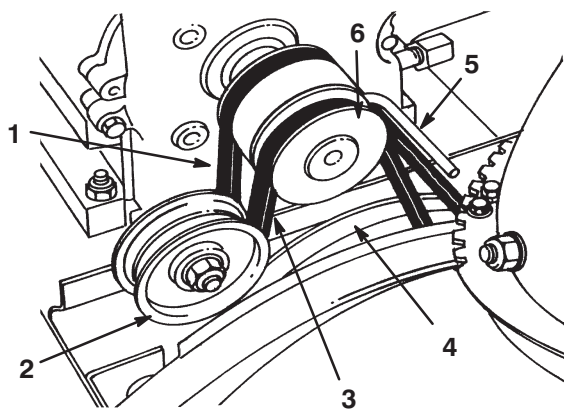

Figure 24
1. Boulon à embase (2)
5. Desserrez le guide-courroie (Fig. 24).
6. Retirez la courroie de tarière/roue hélice de la poulie du moteur et de la grande poulie de tarière/roue hélice (Fig. 24).
11. Enlevez la courroie de commande de traction de la poulie moteur et de la grande poulie de traction (Fig. 24).
13. Passez la courroie sur la poulie moteur, en veillant à la faire passer sous le guide-courroie (Fig. 24).
18. Placez la courroie de tarière/roue hélice sur la grande poulie de tarière/roue hélice et la poulie du moteur, en veillant à la faire passer sous la poulie de tension et le guide-courroie (Fig. 24).
4. Desserrez le guide-courroie (Fig. 24).
5. Retirez la courroie de tarière/roue hélice de la poulie du moteur et de la grande poulie de tarière/roue hélice (Fig. 24).
6. Passez la courroie neuve autour de la grande poulie de tarière/roue hélice (Fig. 24).
7. Passez la courroie sur la poulie motrice, en veillant à la faire passer sous la poulie de tension et le guide-courroie (Fig. 24).